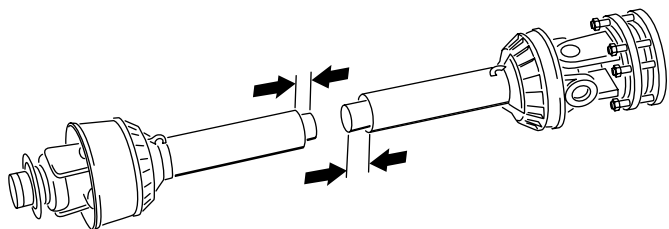

Рисунок 17
11. Отделите друг от друга 2 половины ВОМ (**Рисунок 17**).
12. Измерьте расстояние от конца каждой трубы до ее защитного кожуха (**Рисунок 17**).